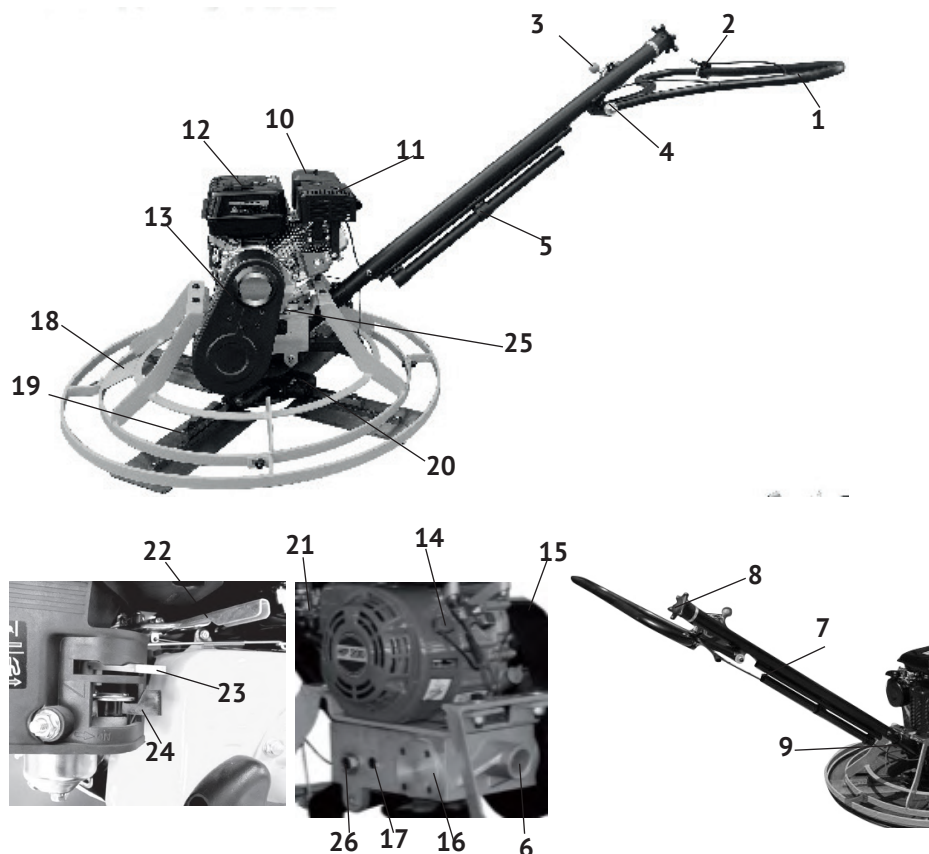

рис.1
4.1 Общий вид затирачной машины и органов управления двигателем представлен на рис. 1:
4.2 Основные узлы затирочной машины: двигатель, рукоятка управления, механизмом изменения угла наклона лопаток, усиленная кольцевая защита (рис.1 поз.18) закреплены на корпусе редуктора (рис.1 поз.16). Ремённая передача с муфтой сцепления закрыта металлическим кожухом (рис.1 поз.13). На выходном валу редуктора закреплена крестовина (рис.1 поз.20) с 4-мя лопастями (рис.1 поз.19).
Для удобства работы оператора, рычаг управления дроссельной заслонкой (рис.1 поз.2) выведен на рукоятку управления (рис.1 поз.1).
На рукоятке (рис.1 поз.1) смонтирован рычаг (рис.1 поз.3) экстренной остановки, отключающий двигатель при возникновении нештатных ситуаций.
- вставить нижнюю часть рукоятки управления (рис.1 поз.7) в патрубков осно-
вания (рис.1 поз.9);
- ослабив болт крепления (рис.1 поз.4), повернуть верхнюю часть рукоятки управления (рис.1 поз.1) в положение, удобное для работы (на уровне талии);
- затянуть болт крепления верхней рукоятки, проверить надёжность установки рычагов: дроссельной заслонки (рис.1 поз.2) и экстренной остановки (рис.1 поз.3).
- уровень масла в картере двигателя и в редукторе через окно контроля (рис.1 поз.26);
Проверить уровень масла в редукторе через окно контроля (рис.1 поз.26), при необходимости дополнить, открутив пробку (рис.1 поз.17).
Для того, чтобы сбавить избыточное давление в баке, откручивайте крышку бака (рис.1 поз.12) осторожно. Заливайте бензин в топливный бак не более чем на 1 см ниже уровня основания заливной горловины. Перед запуском двигателя тщательно протрите крышку бензобака, удалив возможные при заправке брызги топлива.
Для экстренной остановки двигателя необходимо перевести рычаг экстренной остановки (рис.1 поз.3) в положение «STOP».
7.1 Установите затирочную машину в начале обрабатываемого участка. Машину должны поднимать и перемещать два человека. Один поднимает за рукоятку управления (рис.1 поз.1), второй за транспортировочную рукоятку (рис.1 поз.5), сняв её с рукоятки управления (рис.1 поз.7) и вставив в отверстие (рис.1 поз.6) с противоположной стороны.